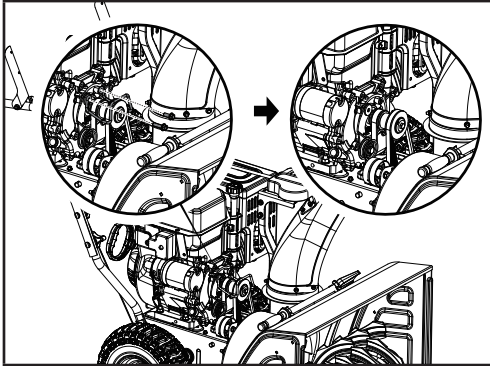

Figure 26
- Retirez les 2 boulons (20 mm / 30 mm) qui retiennent le protège-courroie (figure 26). Il est à noter que le ressort n'est pas tendu à ce stade-ci.